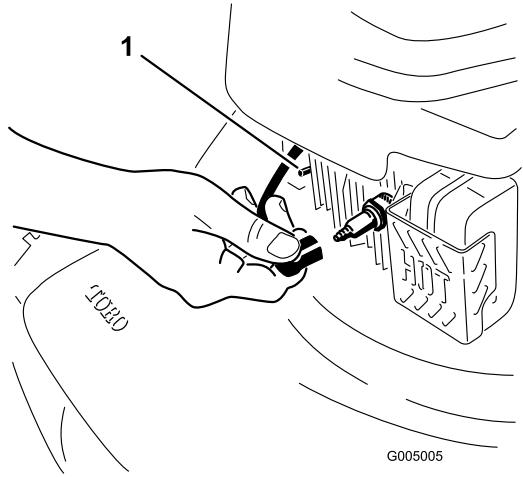

Figure 31
2. Débranchez la bougie et accrochez-la à la borne de retenue (Figure 31) avant d'entreprendre tout entretien.